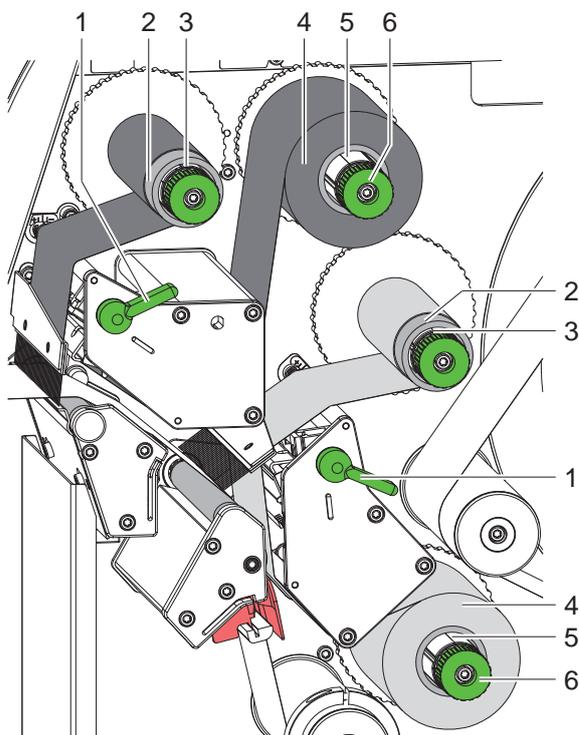

Figura 14 Inserimento del nastro transfer
2. Ruotare la leva (1) in senso antiorario per sollevare la testa di stampa.
3. Spingere il rotolo di nastro transfer (4) sullo svolgitore (5), in modo tale che lo strato di colore del nastro dopo l'inserimento si trovi dalla parte opposta rispetto alla testina di stampa.
4. Reggere lo svolgitore (5) e ruotare la manopola (6) in senso antiorario, fino a fissare il rotolo.
5. Spingere un'anima (2) adeguata sull'avvolgitore di nastri transfer (3) e fissarla allo stesso modo del rotolo di nastro.
6. Condurre il nastro transfer attraverso la meccanica di stampa come rappresentato nella figura 14. La linea tratteggiata vale per i nastri con il lato rivestito avvolto verso l'esterno.
7. Fissare l'estremità iniziale del nastro transfer sull'anima (2) con un nastro adesivo. Osservare il senso di rotazione dell'avvolgitore del nastro transfer in senso antiorario.
8. Ruotare l'avvolgitore del nastro transfer (3) in senso antiorario per lisciare il nastro transfer.
9. Ruotare la leva (1) in senso orario per bloccare la testa di stampa.